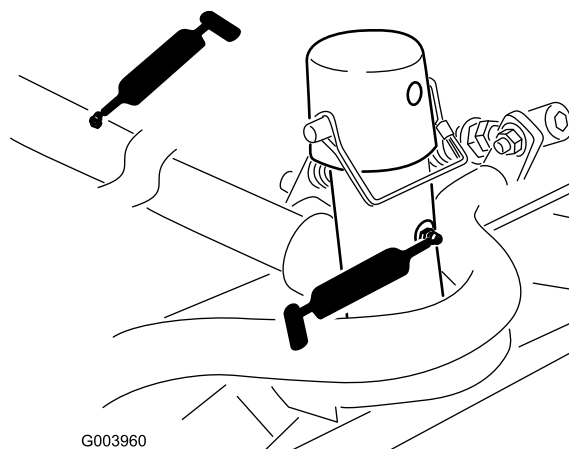

Figure 53
- Bâti porteur de plateau de coupe et pivot (x 2) (Figure 53)